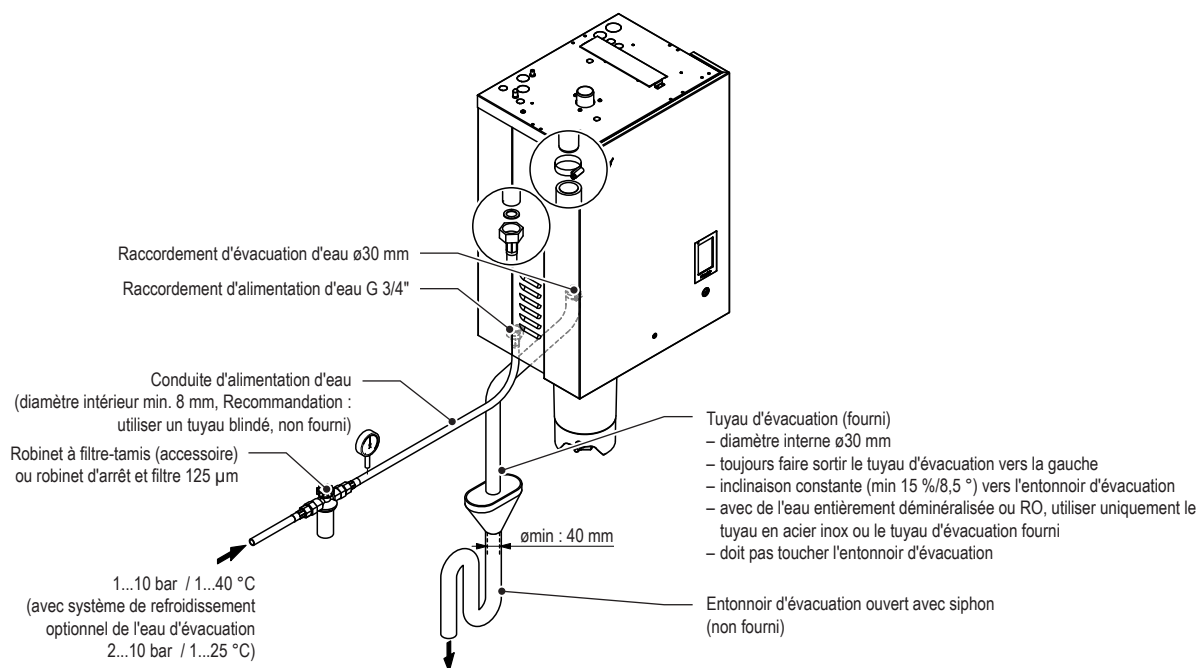

Fig. 22: Aperçu de l'installation hydraulique pour appareils individuels Petits ("S") et Moyens ("M")
- Toujours faire sortir vers la gauche le tuyau d'évacuation fourni du raccord d'évacuation puis le faire descendre jusqu'à l'entonnoir d'évacuation (voir Fig. 22).